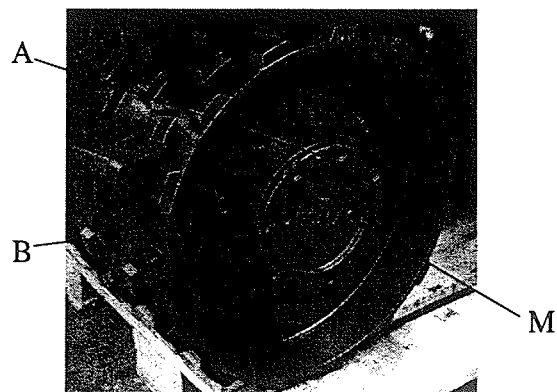

Bild 20
- Magnetstopfen " M " herausdrehen und säubern (Bild 20)